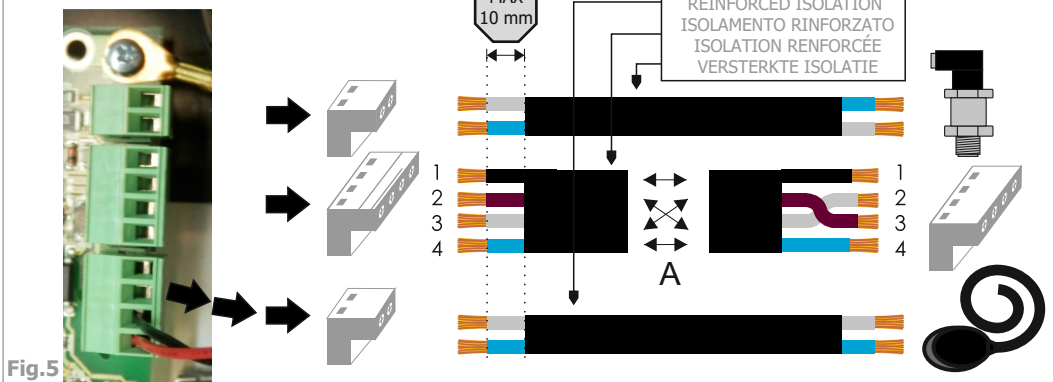

Fig.5
4. Fare il collegamento come è indicato in fig. 5.
4. Maak de aansluiting zoals weergegeven in fig. 5.